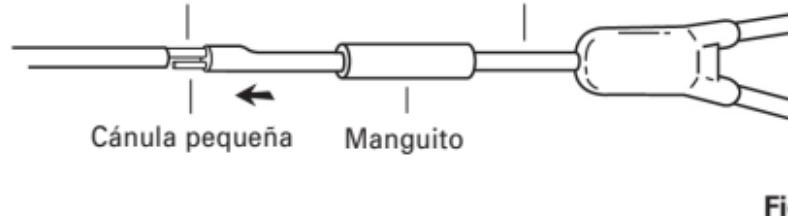

Fig. 3
- El extremo del catéter de recambio tiene precargadas una cánula metálica pequeña (extremo corto) y una grande (extremo largo). Deslizar la cánula metálica grande ligeramente en el interior de la luz grande del catéter (Fig. 3).